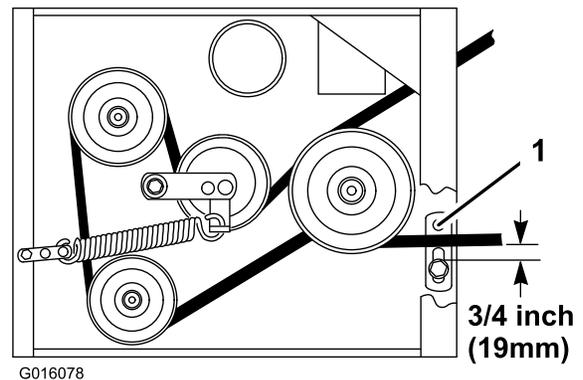

Figure 10
8. Vérifiez que le guide-courroie sous le cadre du moteur est réglé correctement (Figure 10).
Remarque: Lorsque la courroie du plateau de coupe est engagée, vérifiez que le guide et la courroie sont espacés de 19 mm (Figure 10). Réglez le guide-courroie du plateau de coupe comme nécessaire. La courroie désengagée ne doit pas traîner ni tomber de la poulie quand les guides sont réglés correctement.